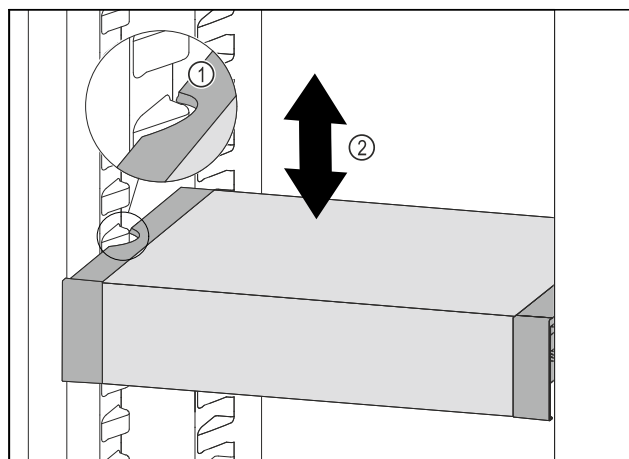

Fig. 127
- VarioSafe nach vorne ziehen, bis sich die seitlichen Aussparungen des VarioSafes auf Höhe der Behälterrippe im Kühlteil befinden. Fig. 127 (1)
- VarioSafe im Kühlteil nach oben oder unten bewegen, bis gewünschte Höhe erreicht ist. Fig. 127 (2)